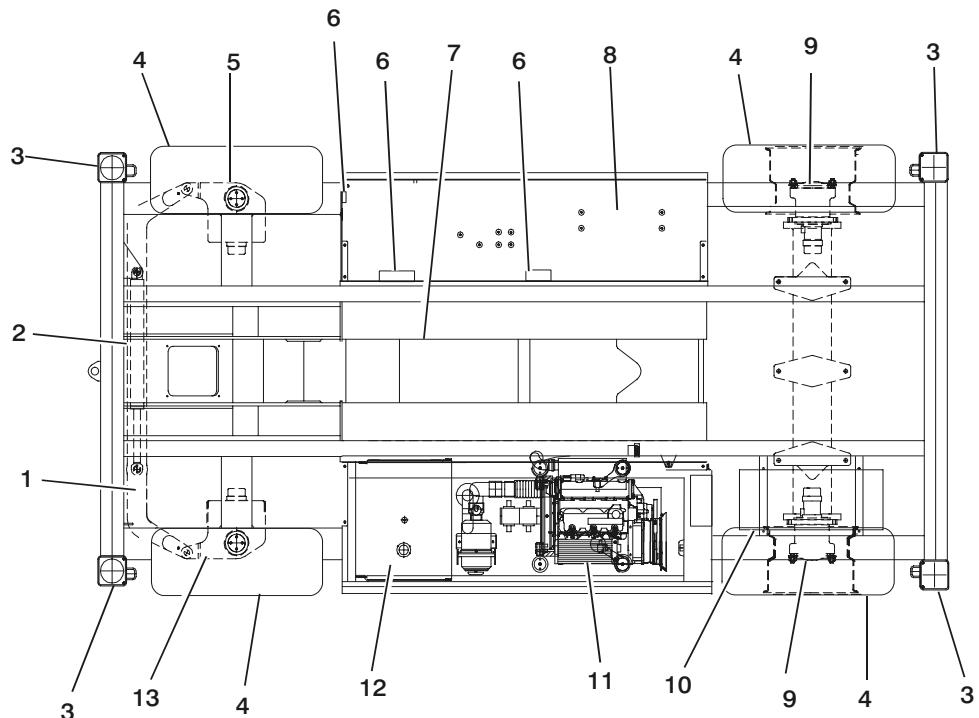

Рисунок 2-1. Схема обхода
- Ежедневный обход** – см. рис. 2-1.